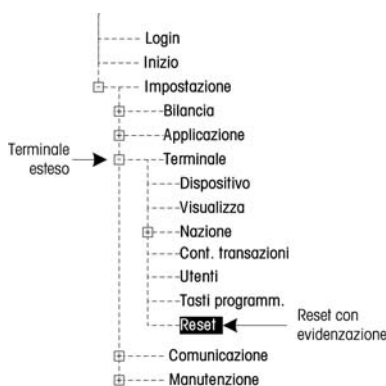

Figura 3-23: Struttura del menu di configurazione: Reimposta
1. Premere il softkey CONFIGURAZIONE . Viene visualizzata la struttura del menu di configurazione (v. Figura 3-23).